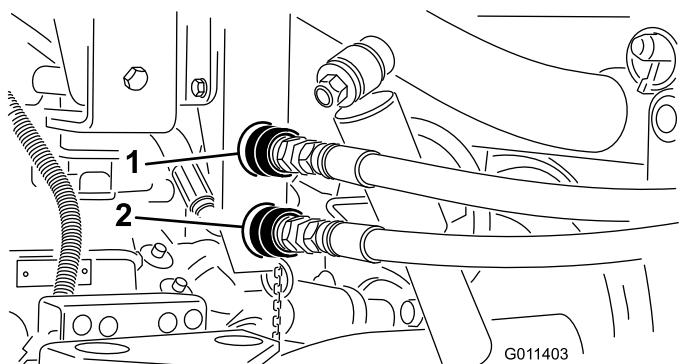

图17
3. 连接之前需要清洁铺沙机接头图17上的任何污垢。肮脏的接头可能会将污染物带入液压系统。清洁之后将两个快速接头都连接到 Workman。软管被标记为“A”和“B”在安装时将要与快速接头相匹配。确保两个快速接头都完全接合。
**注意** 图17 所示的接头来自于序列号为 239999999 之前的工作车。